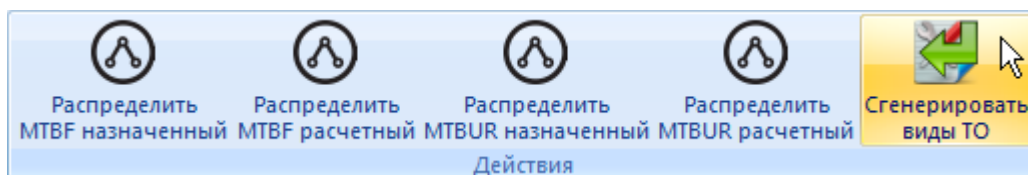

Рис. 17-15 – Панель «Действия» вкладки «Массовые операции» в окне «Логистическая структура»
- 2) Нажать кнопку «Сгенерировать виды ТО» панели «Действия» на вкладке «Массовые операции» (рис. 17-15).